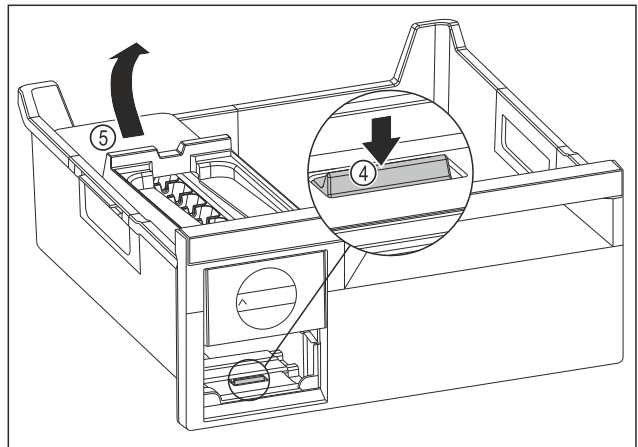

Fig. 242
- Heqja e kutisë EasyTwist-Ice: Shtypni me gisht gjuhëzën Fig. 242 (4) për poshtë dhe në të njëjtën kohë ngrini lart kutinë EasyTwist-Ice Fig. 242 (5) nga prapa me dorën tjetër.